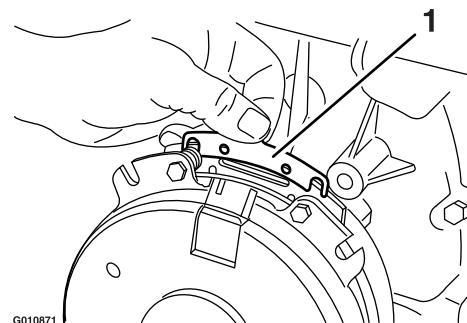

Bild 75
- Halten Sie die Nase mit einer Spizzange oder den Händen und nehmen Sie die Beilagscheibe ab (Bild 75).